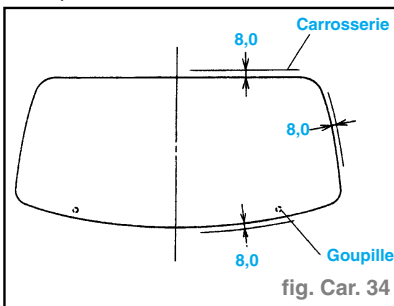

fig. Car. 34
- Vérifier que le jeu le long des bords supérieur, latéral et inférieur est de **8,0 mm**. (fig. Car. 34)